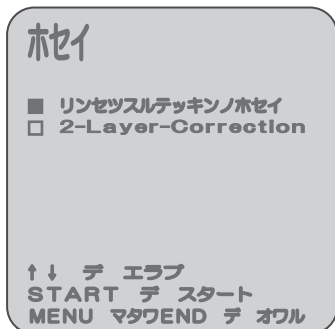

図10
7. 4. 鉄筋間隔の補正の設定は、 ホセイにカーソルを合わせSTARTキーを押してください。図10が表示されます。
7. 4. 1. 隣接する鉄筋の補正の設定は、図10を表示させたあと、 リンセツスルテッキンノホセイにカーソルを合わせ